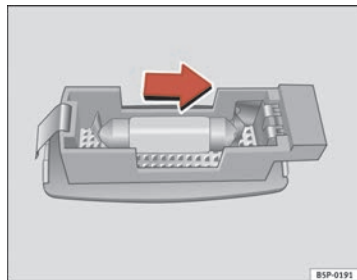

Fig. 180 Démontage de l'éclairage du pare-soleil
- Retirez la lampe avec précaution en utilisant la partie plate du tournevis comme indiqué sur la figure ⇒ fig. 180.
- Retirez l'ampoule en la déplaçant dans le sens de la flèche et vers l'extérieur ⇒ fig. 180.